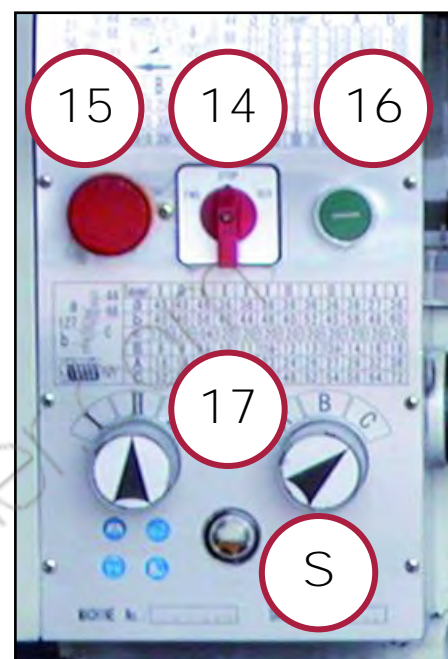

Figura 18 - Quadro di comando.
Sul quadro di comando è presente un pulsante a fungo per l'arresto d'emergenza (Figura 18). Per arrestare la macchina, in casi di emergenza, premere il pulsante rosso. Quando si applica una pressione su di esso, viene interrotto il moto del motore elettrico e degli altri organi rotanti della macchina.
3. Azionare il mandrino in senso orario spostando il selettore rosso (rif. 14 in Figura 18) verso destra (R).
10. **Premere il pulsante di avviamento verde "I"** (rif. 16 in Figura 18).
12. **Terminata l'operazione, allontanare l'utensile dal pezzo, dopodiché interrompere la rotazione del mandrino con il selettore in posizione STOP** (Figura 18).